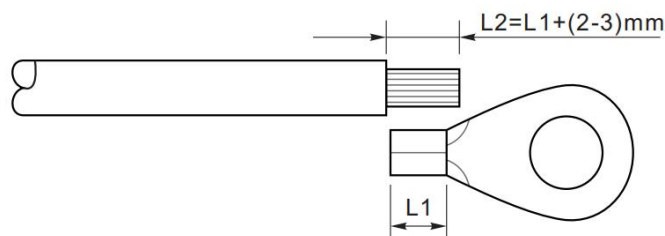

图 4-2 接地线接线示意图 (1)
**步骤 1:**使用剥线钳将接地线缆的绝缘层剥去合适的长度（如图 4-2）